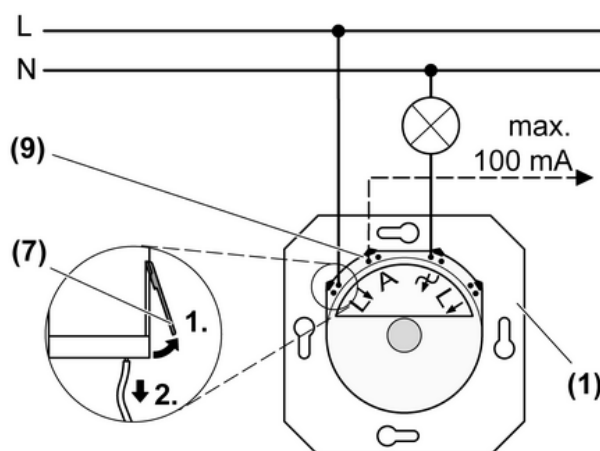

Рис. 2: Схема подключения
(1) Диммер
(7) Подключение соединительного кабеля к клемме с зажимным рычажком
(9) Управляющий выход **A**
- Подключите диммер (1) в соответствии со схемой (Рис. 2)